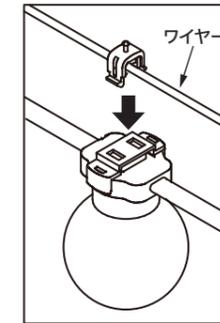

図2
2. ワイヤーロックセット本体とワイヤー固定部品間にワイヤーを入れます。(図2)